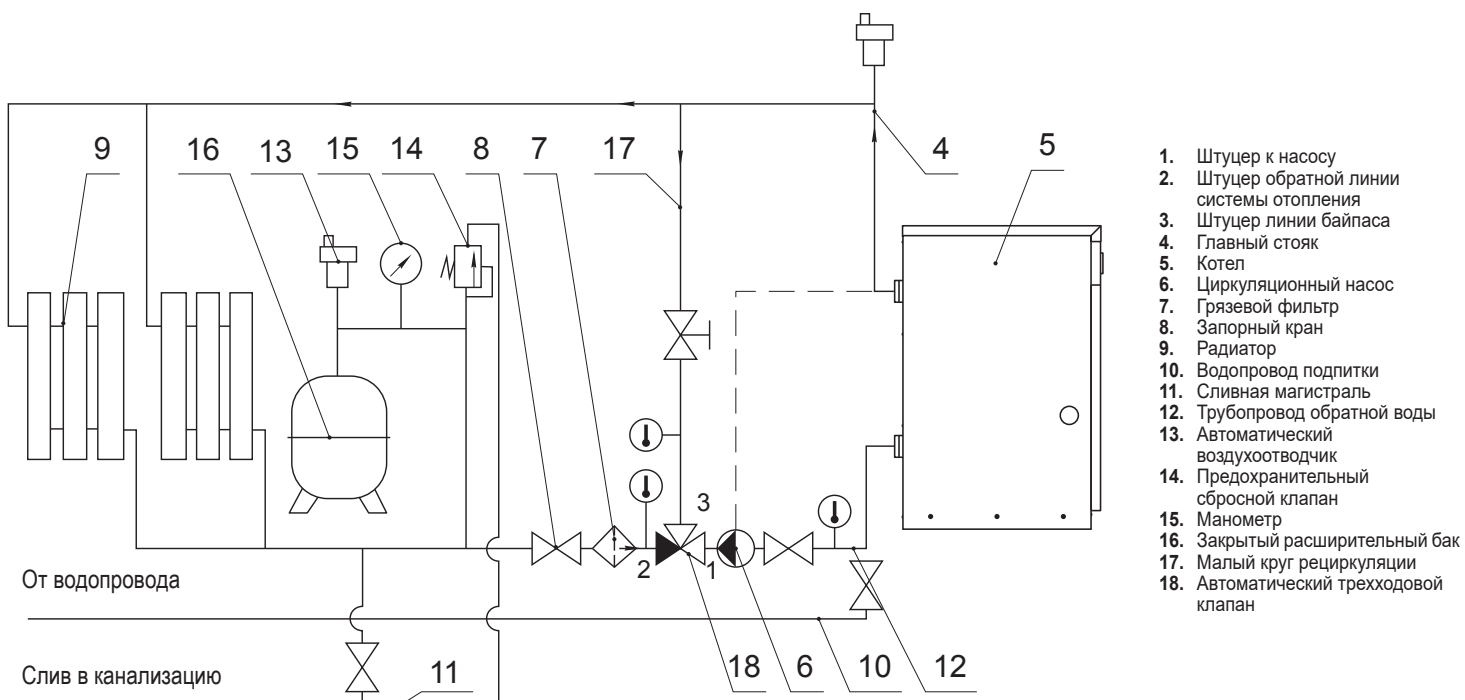

Рис. 9. Рекомендуемая гидравлическая схема закрытой системы отопления с циркуляционным насосом
5.9 При использовании закрытой системы отопления (см. рис. 9) необходимо предусмотреть установку предохранительного сбросного клапана на давление не более 3 кгс/см² и манометр для контроля давления теплоносителя.